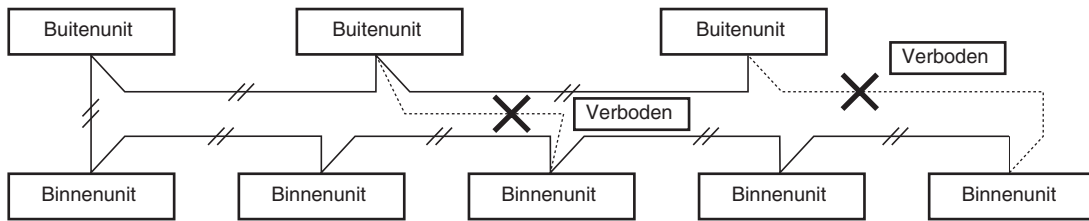

Afb. 4-2
- (1) Raadpleeg Paragraaf "4-2. Aanbevolen draadlengte en draaddiameter voor de stroomvoorziening" voor een uitleg van "B", "C", "D" en "E" in het schema hierboven.
- (2) Het basis aansluitschema voor de binnenunit maakt gebruik van de aansluitingenborden, dus het is mogelijk dat de aansluitingenborden in uw apparatuur verschillen van het schema. (Afb. 4-2)
- (3) Het koelcircuit (R.C.) adres moet worden ingesteld voor de stroom wordt ingeschakeld.
- (4) Wat betreft de adresinstelling van de afstandsbediening dient u de installatie-instructies te raadplegen die geleverd worden bij de afstandsbediening (optioneel). De adresinstelling kan automatisch worden uitgevoerd via de afstandsbediening. Raadpleeg de installatie-instructies die met de afstandsbediening (optioneel) worden meegeleverd.